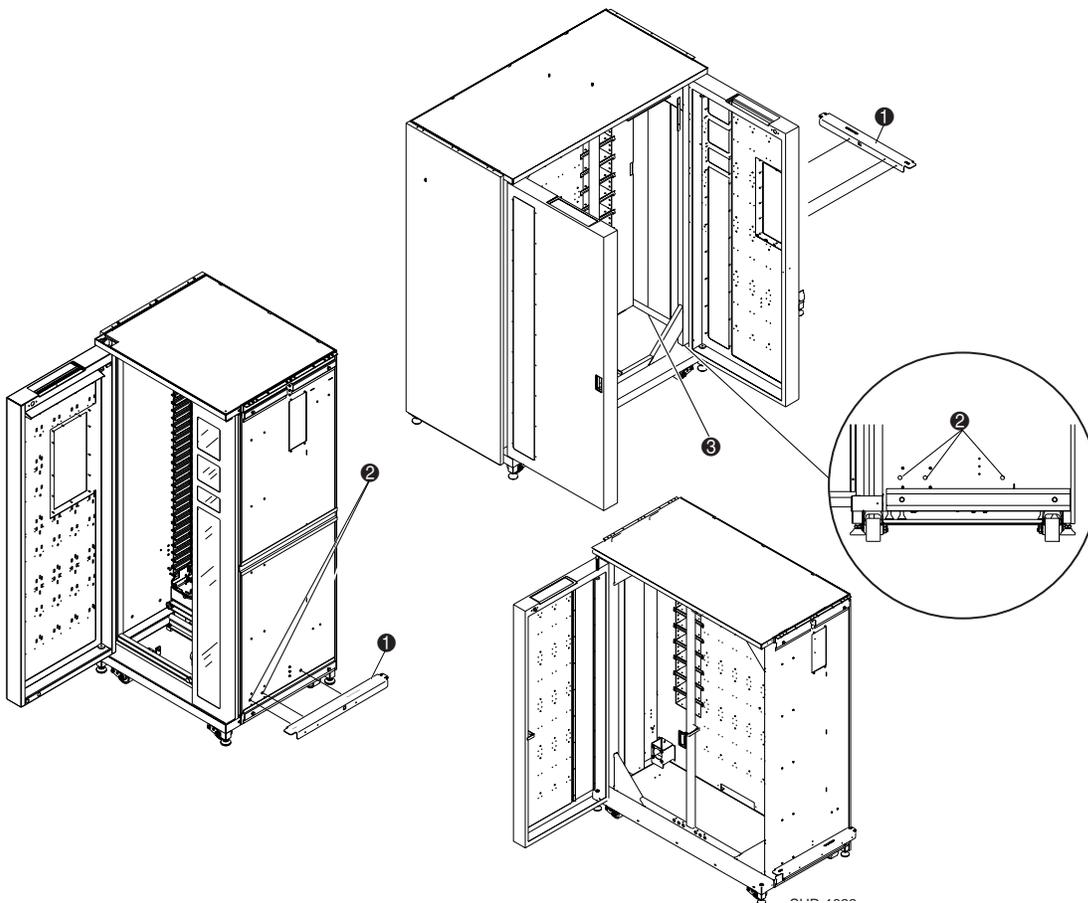

Abbildung 2-3. Befestigen des unteren Schrankverbindungsprofils (linke Tape Library)
6. Befestigen Sie das untere Schrankverbindungsprofil mit drei Schrauben (Teilenr. 0615113) und Unterlegscheiben (Teilenr. 0685521) an der linken Tape Library (❶ Abbildung 2-3). Ziehen Sie die Schrauben nicht ganz fest. Das untere Schrankverbindungsprofil muss sich frei bewegen lassen.